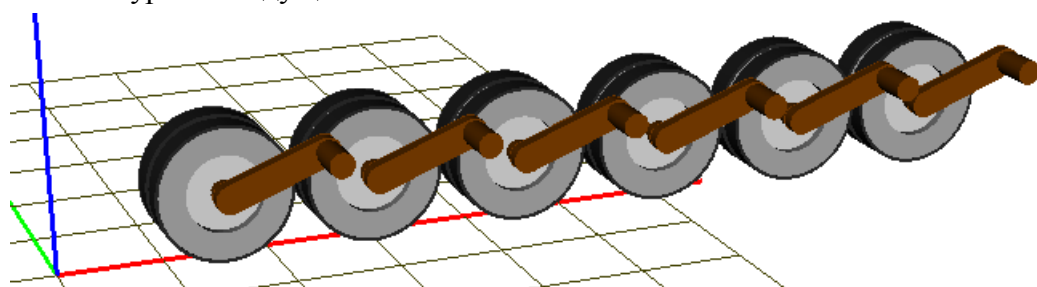

Рис. 7 Первый вариант подвески
2) Щелкните на кнопке **Синтезировать** для создания модели подсистемы по введенным данным; подвеска отобразится в анимационном окне, рис. 7